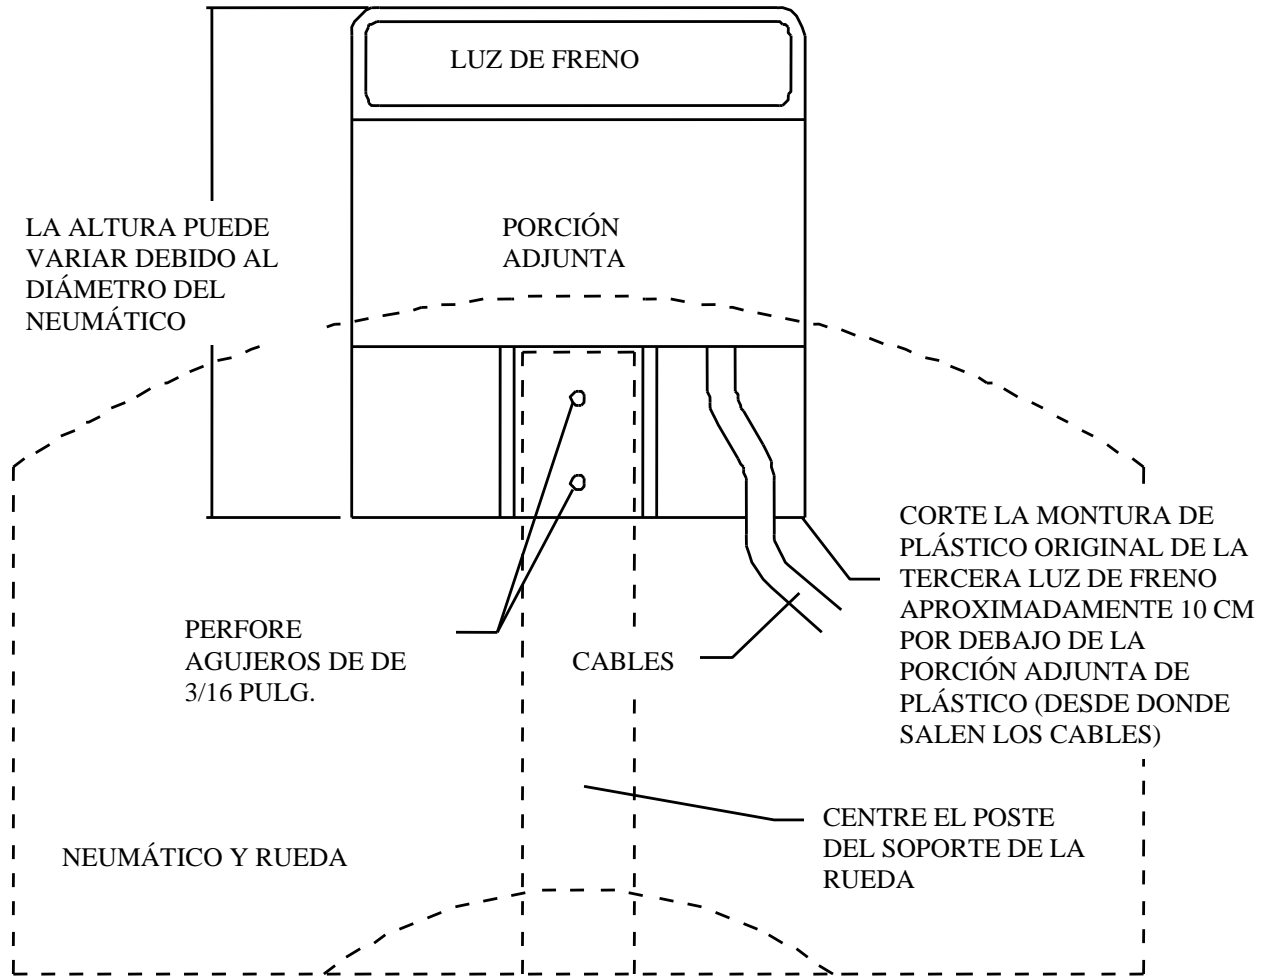

Figura 10, MONTAJE DE LA 3ª LUZ DE FRENO
22. En los vehículos TJ y YJ con una 3ª luz de freno, será necesario volver a instalar la luz. Esta operación puede llevarse a cabo fácilmente cortando el soporte original y montándolo al poste vertical del nuevo soporte de la rueda. Para ello, se proporcionan dos tornillos pequeños. **Consulte la Figura 10.**